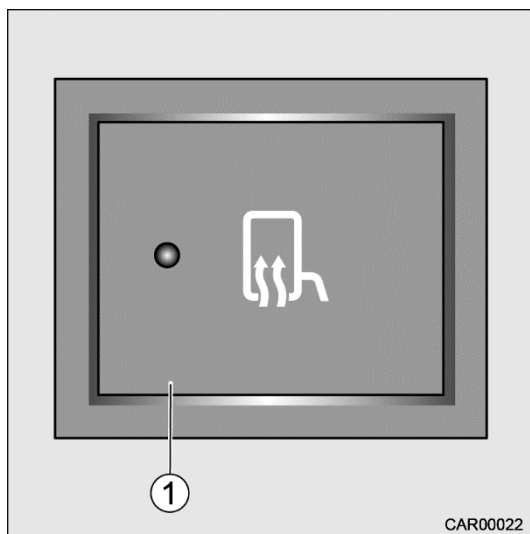

Fig. 40 Chauffage de rétroviseur s-plus
1. Actionner le commutateur (Fig. 40/1).